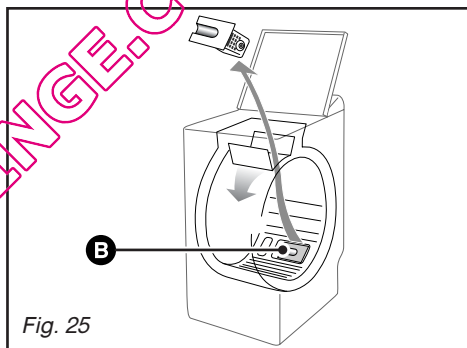

Fig. 25
– tournez légèrement le tambour, portillons ouverts, vers l'avant de la machine (Fig. 25)
– retirez-le de son logement (Fig. 25)